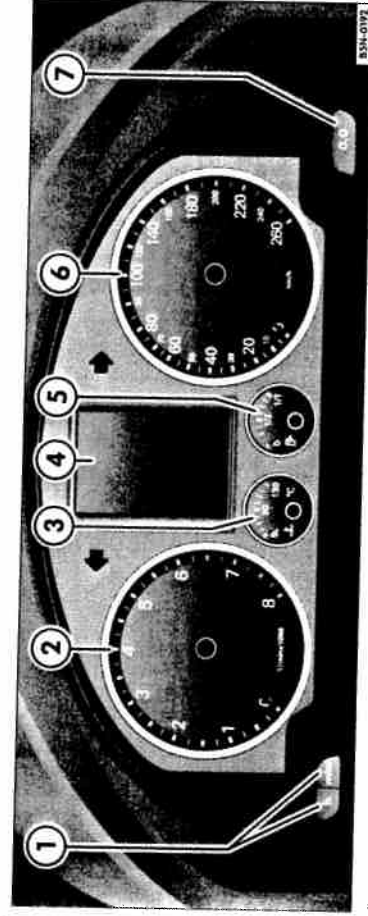

Fig. 3 Imagine din tabloul de bord: Tabloul de instrumente.
Începutul zonei roșii a turometrului ⇒ pagina 9, fig. 3. ② reprezintă pentru toate treptele de viteză turația maximă admisă a motorului în regim normal de funcționare. Înaintea atingerii acestei zone, trebuie să se schimbe viteza într-o treaptă superioară sau să se selecteze poziția D, sau să se ridice piciorul de pe pedala de accelerație.
Contorul din partea dreaptă ③ înregistrează distanța parcursă la o singură deplasare. Ultima poziție a contorului este reprezentată de distanțele de 100 m. Contorul pentru o singură deplasare se poate reseta prin apăsarea butonului de resetare ① => pagina 9, fig. 3" ⑦. ◀
Când contactul este pus și autovehiculul staționează cu motorul oprit, puteți apela oricând informații actuale de service, menținând apăsată tasta ① => pagina 9, fig. 3" ⑦ mai mult de două secunde.
- Cu contactul luat, mențineți apăsată tasta ① => pagina 9, fig. 3" ⑦.
- Eliberați tasta **[00]** și apăsați, în interval de 20 secunde, tasta **[min]** pentru reglarea orei ⇒ pagina 9, fig. 3¹⁾ ○ o dată scurt. Display-ul revine în scurt timp la afișajul normal.